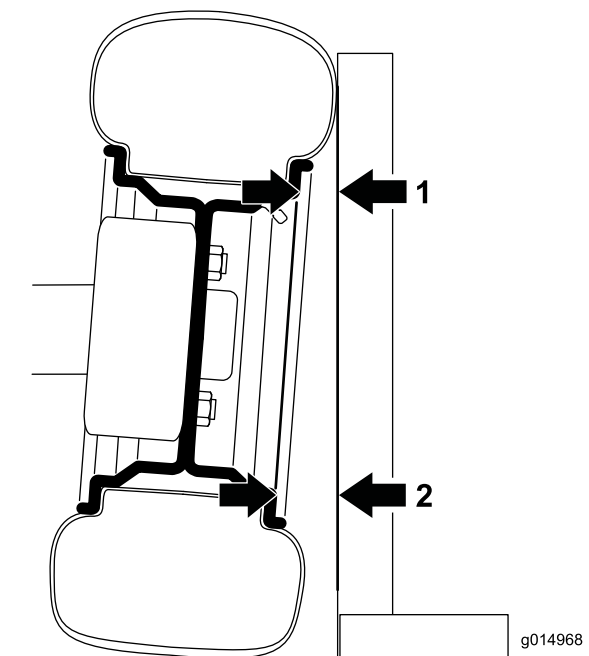

図 51
1. キャンバを測定するには、直角定規の直角の角をタイヤの正面に接触させる 図 51。
2. タイヤから直角定規までの距離を、タイヤの上下でリムの同じ部分から測定する 図 51。